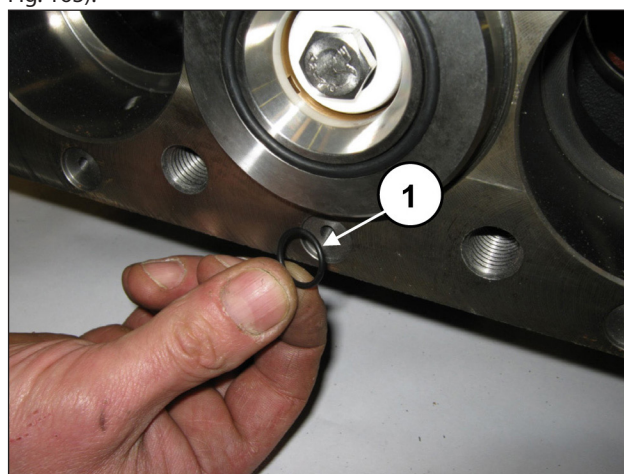

Fig. 163
Applicare i 6 O-ring frontali del carter pompa (pos. ①, Fig. 163).